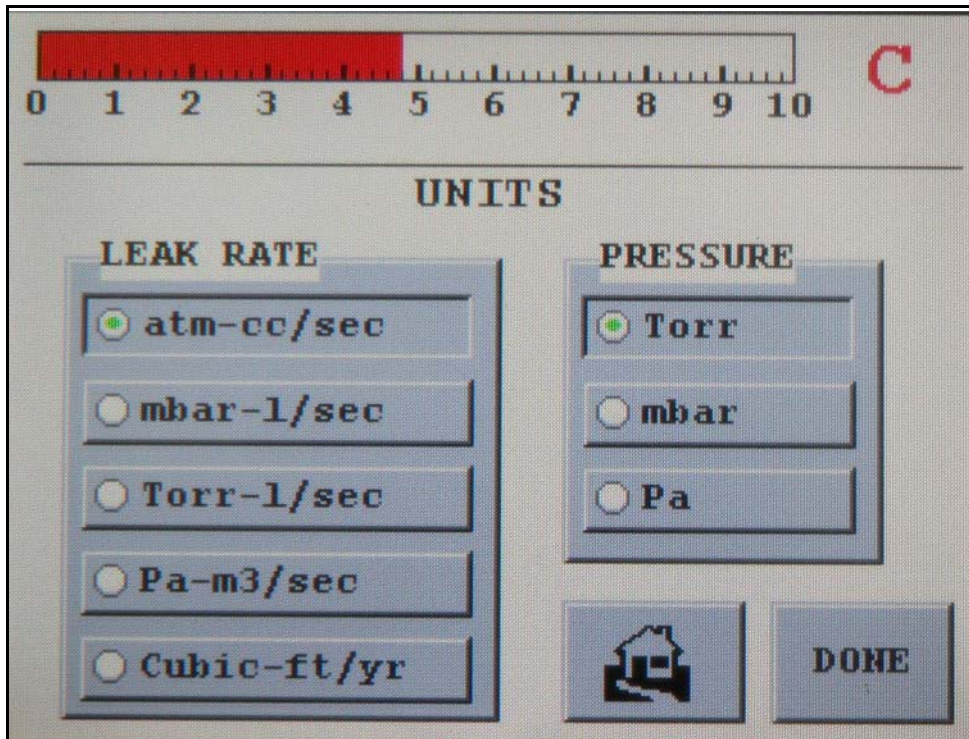

图 2-20 单位
- 轻触“Set-Up”屏幕上的 **Units**，出现“单位”屏幕（图 2-20）。